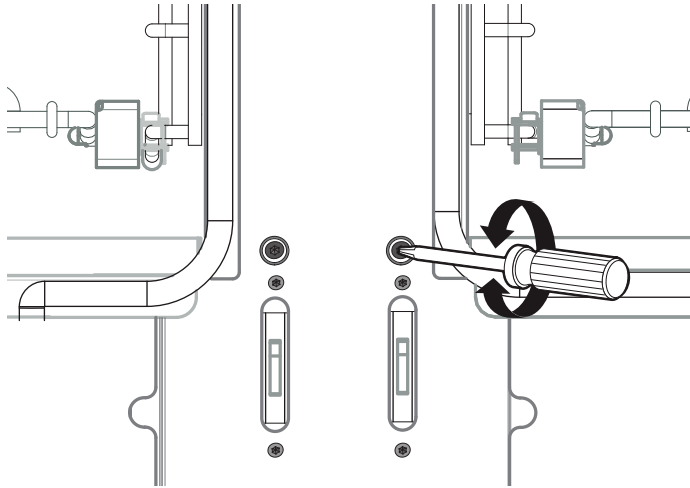

Figure 10 : Vis d'ajustement des charnières
4. Si la porte ou la poignée semble légèrement inclinée d'un côté ou de l'autre, vous pouvez ajuster l'inclinaison en vissant ou dévissant à l'aide d'un grand tournevis Torx T-20 la vis Torx de la charnière, située directement au-dessus de la fente de la charnière. Tournez la vis jusqu'à ce que la porte soit correctement alignée (Figure 10).